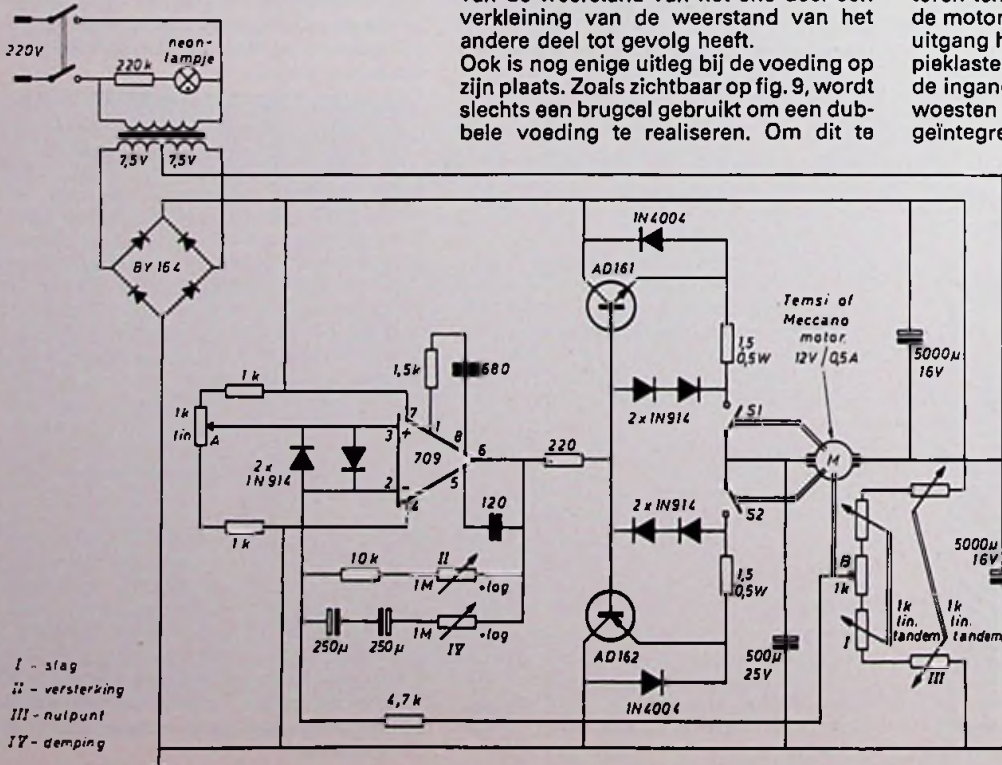

Fig. 9.
Enkele uitgewerkte ontwerpen zullen wij nu beschouwen; als eerste een servosysteem voor kleine vermogens. De schakeling is weergegeven in fig. 9. In deze schakeling zijn de principes verwerkt van de schakelingen uit fig. 4, 5 en 6. De instellingen voor het nulpunt en die voor de verhouding van de verplaatsingen van de lopers van de potmeters A en B zijn niet, zoals bij fig. 4, aangebracht in het circuit van potmeter A, maar in dat van B, hetgeen geen principiële verschil maakt voor de werking van de servo. Een voordeel van deze opstelling is echter dat het signaal op de + ingang van de „709” niet meer afkomstig hoeft te zijn van een potmeter, maar dat ieder gelijkspanningssignaal, variërend van ca. 1/3 tot 2/3 van de voedingspanning een bepaalde positie van de potentiometer tot gevolg heeft, waardoor het toepassingsgebied van de servo zeer groot kan zijn. Hierbij denken wij aan diverse automatische regelingen, schrijvers (zowel X-Y als X-t) afstandsbesturingen (ook draadloos!) enz. De omwille van hun lage prijs toegepaste eindtransistoren, AD161 en 162 hebben als nadeel hun lage max. spanning van 20 V, waardoor het beschouwde motortype niet op volle spanning kan werken, hetgeen echter geen bezwaar hoeft te zijn. Wie iets meer geld wil uitgeven kan dit complementaire paar vervangen door het paar BD 135/136 of BD 137/138, waarbij de voedingspanning kan worden verhoogd. Het verschil in junctiespanning tussen silicium en germaniumtransisto-
Ook is nog enige uitleg bij de voeding op zijn plaats. Zoals zichtbaar op fig. 9, wordt slechts een brugcel gebruikt om een dubbele voeding te realiseren. Om dit te
Bij de laagste in fig. 9 voorkomende voedingspanning is de spanning over deze weerstand en bij gemiddelde afstelling van de potmeters I en III.
De maximale frequentie-onafhankelijke versterking van de operationele versterker in fig. 9 bedraagt, als wij (12) toepassen en bedenken dat in ons geval niet geldt (fig. 4) $R_{10} \gg R_9$:
schrijvertoepping, een betere nauwkeurigheid wenst dan dient men voor B een potmeter van speciale constructie te gebruiken (bijv. helipot) terwijl ook de versterking moet worden verhoogd (bijv. vergroten van potmeters van 1 MΩ). Verlagen van de weerstand van 4,7 kΩ in het tegenkoppelcircuit maakt de versterking al te zeer afhankelijk van de stand van B zodat men deze weerstand alleen maar mag verlagen indien tevens de potmeters B, I en II evenredig worden verlaagd. Ook kan bij grotere versterking de temperatuurafhankelijkheid van de offsetspanning van de „709” een rol gaan spelen. Dit is echter door toepassing van een temperatuurstabilisatie, dan wel preciezere (duurder!) operationele versterkers te verhelpen. In elk geval biedt de schakeling van fig. 9 voor een zeer bescheiden prijs veel mogelijkheden tot het
Op schakelingen, gebaseerd op een combinatie van de circuits van fig. 4, 5 en 7 zullen wij hier niet verder ingaan. Ieder die het voorafgaande heeft gevolgd zal naar analogie van de uitgewerkte schakeling van fig. 9 wel een ontwerp met gebruikmaking van de eindtrap uit fig. 7 kunnen maken. Hetzelfde geldt natuurlijk in principe voor de combinatie van de circuits uit fig. 4, 5 en 8. Deze combinatie zullen wij echter toch behandelen, vooral omdat bij het hier te bespreken ontwerp sprake is van een toepassing van het servosysteem voor een vitale functie, zodat er extra aandacht is geschonken aan de beveiliging.